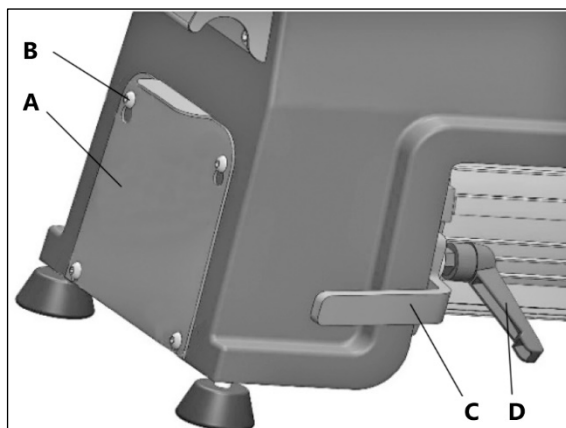
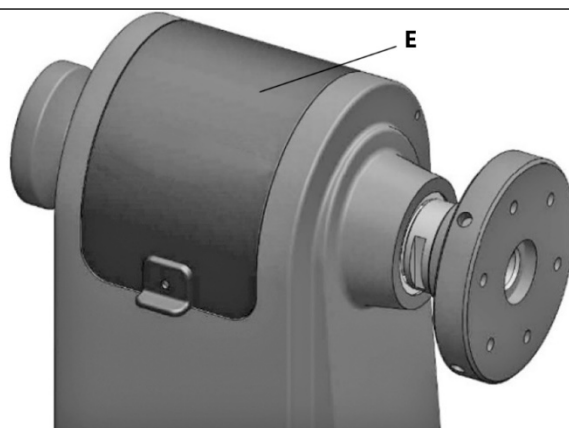

Рисунок 14.
Рисунок 15.
Ослабьте, но полностью не откручивайте, четыре винта B, которые крепят нижнюю панель A (рис. 14). Приподнимите и снимите ее. Откройте верхнюю панель доступа E (рис. 15).
Ослабьте фиксатор D (рис. 14) и опустив рукоятку C, натяните ремень. Затем зафиксируйте ручку D.
Если ремень натянут верно, то он должен отклоняться на примерно на 10-12 мм при нажатии посередине между верхним и нижним шкивами. Установите на место панель А, закройте панель Е (рис. 15).
- Снимите боковую панель В и откройте верхнюю панель А (рис. 15,16).
- Снимите боковую панель А и откройте верхнюю панель Е (рис. 14, 15).